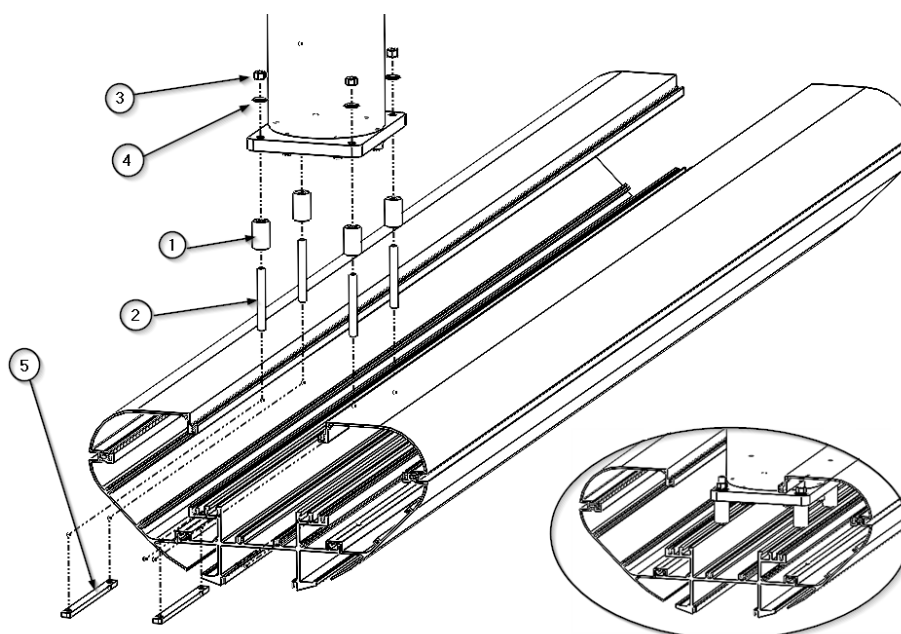

Fig. 43 Schéma de l'ancrage d'une tête de service ARES sur une descente de gouttière
A l'intérieur de la tête de service se trouvent les entretoises ①, les boulons filetés M8 x 80 mm ②, les écrous hexagonaux M8 ③, les rondelles de blocage S10 ④ et les plateaux ⑤ nécessaires à la fixation sur les tuyaux de descente. Voir figure 43.